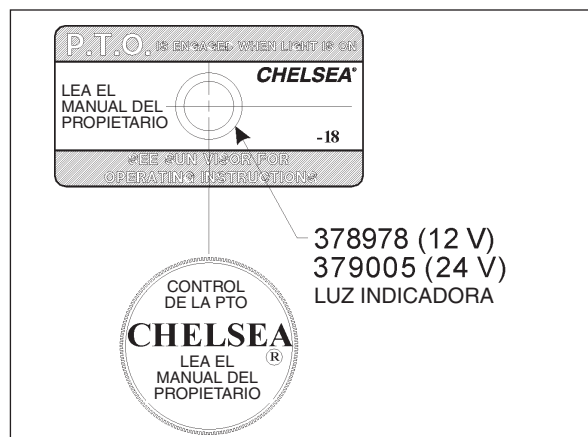

Fig. 25
5. Instale la calcomanía adhesiva de la placa de control (68-P-18) y la luz indicadora en el panel usando el herraje que se suministra en el juego de instalación 328751-1X (Fig. 25).